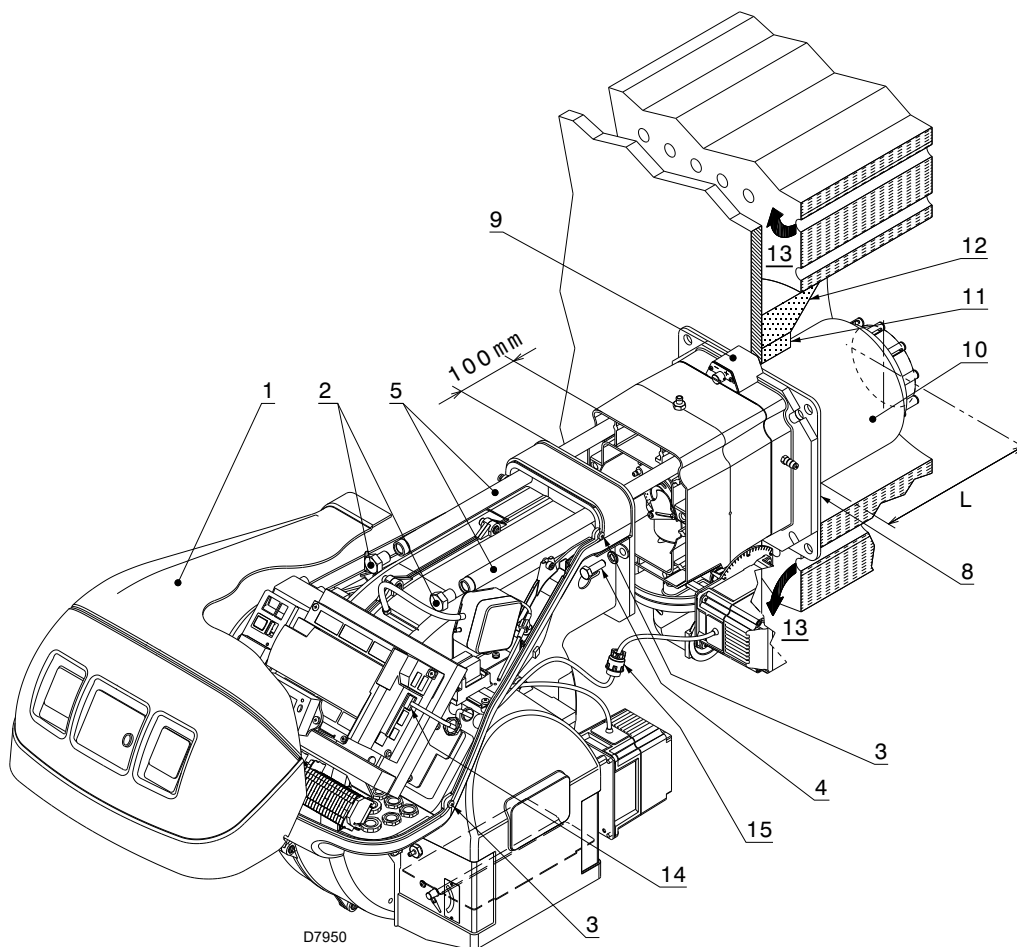

Fig. 16
Para calderas con paso de humos delantero 13)(Fig. 16 a pág. 22), realizar una protección de material refractario 11), entre el material refractario de la caldera 12) y el tubo llama 10). Esta protección debe permitir el desplazamiento del tubo de llama.
Separar el cabezal de combustión del resto del quemador, como en la Fig. 16; proceder de la siguiente manera:
- volver a montar el quemador en las guías 3) aproximadamente a 100 mm del manguito 4) - quemador en la posición ilustrada en la Fig. 16 a pág. 22;
- conectar el conector macho del servomotor 14)(Fig. 16) y enroscar el anillo pasacable 15);